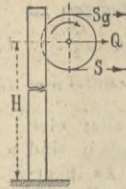

Fig. 2.
1. Die Aufgabe wurde gelöst in der in Fig. 2 an-gedeuteten Form.